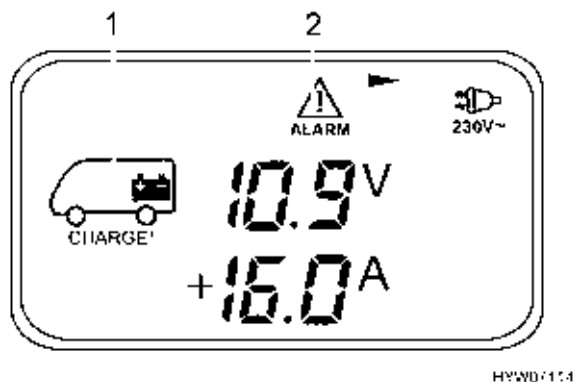

Bild 102 Batterie-Menü (Wohnraumbatterie)
- Taste (Bild 99,2) drücken: das Batterie-Menü (Bild 102) erscheint.
- Spannung (V), Ladestrom (+A) und Entladestrom (-A) der Wohnraumbatterie (Bild 102,1)
- Spannung (V) der Starterbatterie (Menüseite 2)
Das Batterie-Menü erscheint und die Symbole (Bild 102,1 und 2) blinken, sobald die Spannung der Wohnraumbatterie 11 V (Messung im laufenden Betrieb) unterschreitet und damit Tiefentladung droht. Zusätzlich blinkt die Spannungsangabe.